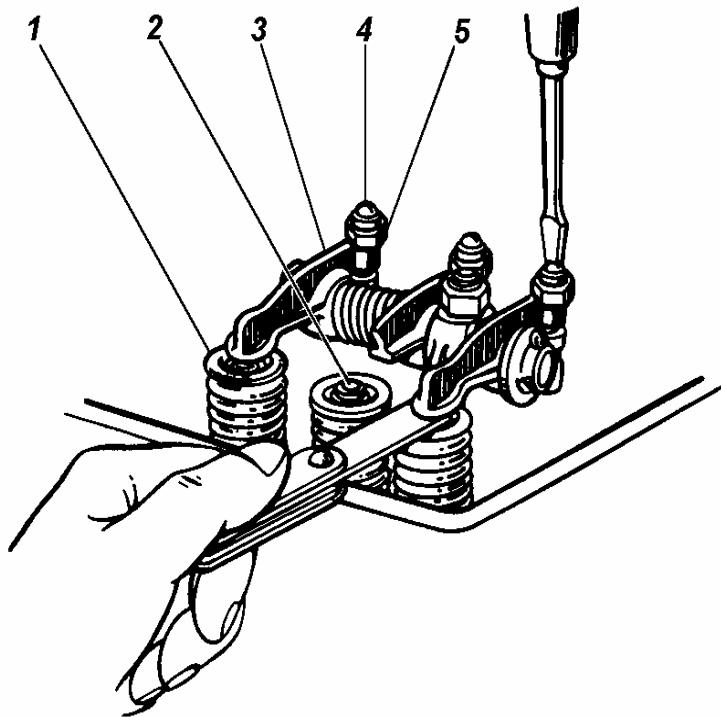

Рис. 2.19. Регулировка зазора между коромыслом и клапаном:
- установить поршень первого цилиндра по метке на шкиве-демпфере коленчатого вала (рис. 6) в ВМТ при такте сжатия и щупом проверить зазор между коромыслами и цилиндра. При неправильном зазоре с помощью регулировочного винта установить зазор по щупу (рис. 2.19), после чего, поддерживая отверткой регулировочный винт, затянуть контргайку и проверить правильность зазора;